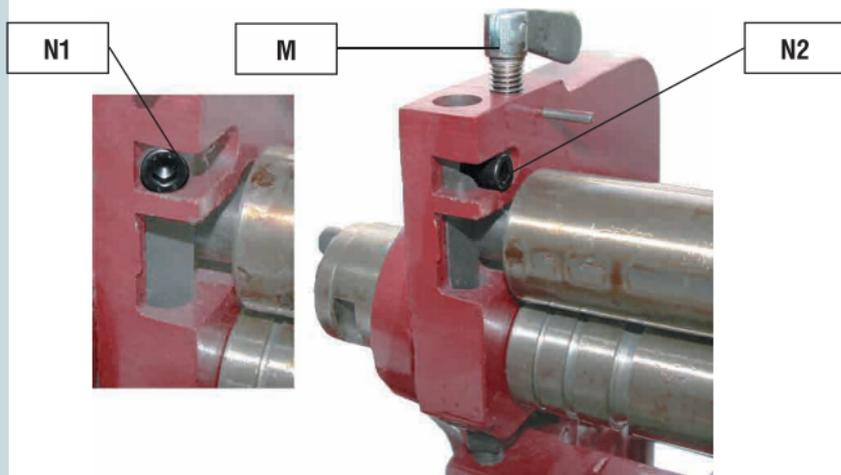

Рисунок 14 – Снятие валиков
1. Ослабьте фиксирующие винты (М, рис. 14) с обеих сторон верхнего валика.
2. Ослабьте винт с шестигранной головкой под ключ (положение N1, рис. 14) и вращайте его по направлению к задней части станка, чтобы освободить захват валика (положение N2, рис. 14).